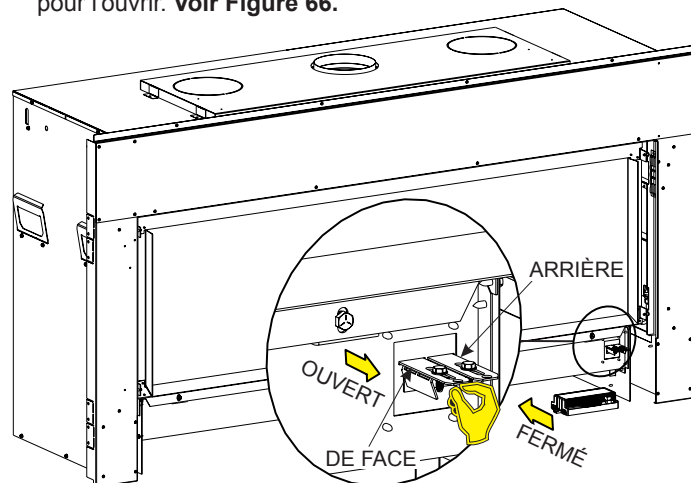

Figure 66
5. Vous pouvez maintenant régler les volets d'air. La poignée de volet d'air droite ajuste le volet d'air arrière et la poignée de volet d'air gauche ajuste le volet d'air avant. Faites glisser la poignée du volet d'air vers l'unité pour la fermer et retirez-la pour l'ouvrir. **Voir Figure 66.**